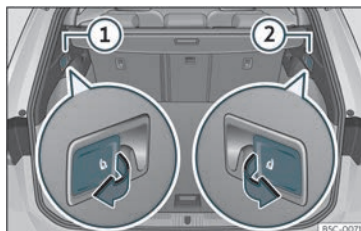

Fig. 112 Na bagageira: alavancas para o desbloqueio do encosto traseiro.
- Puxe a alavanca de desbloqueio à distância da parte esquerda >>> **Fig. 112** ① ou direita ② do encosto no sentido da seta. A parte desbloqueada do encosto traseiro rebate-se automaticamente para a frente.